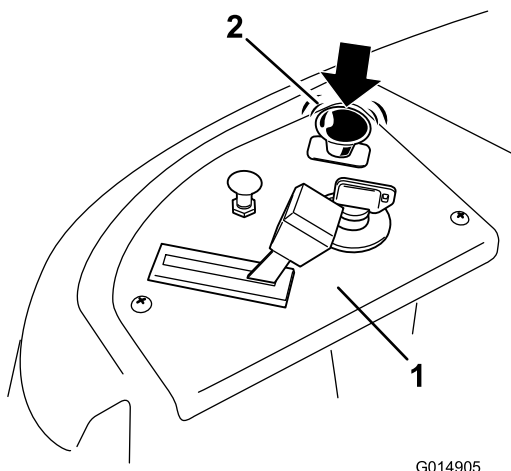

Bild 16
Drücken Sie den Zapfwellenantriebsschalter nach unten, bewegen Sie ihn in die Aus-Stellung und kuppeln Sie die Messer aus (Bild 16).
1. Kuppeln Sie die Messer aus, indem Sie den Zapfwellenantriebsschalter in die Aus-Stellung stellen (Bild 16).